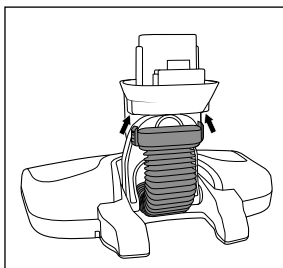

Fig. 18
- ◆ Desplace el tubo flexible por el alojamiento de forma que los botones de desencastre 13 queden encastrados (consulte la fig. 18).